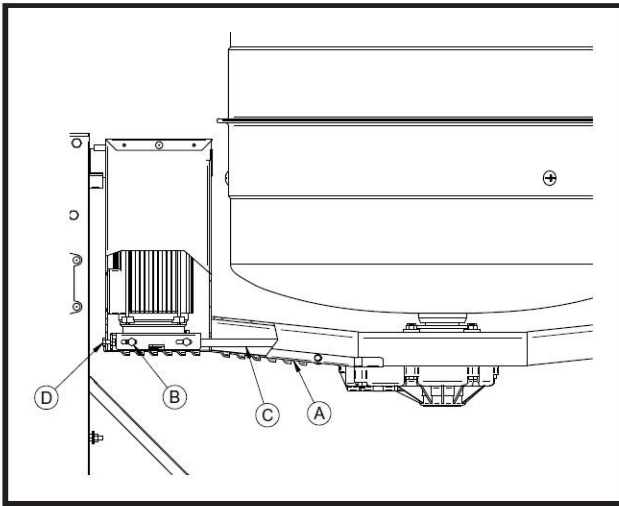
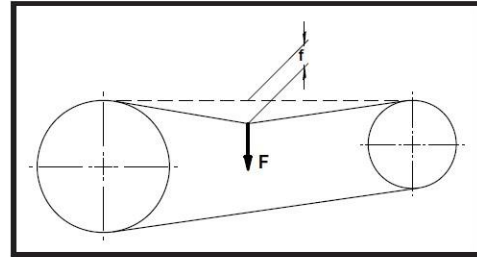

FIG. 4
FIG. 5
2. Indepartati protectia chingii (fig. 4, A) desurubati suruburile care blocheaza.
3. Desfaceti cele 4 suruburi (fig. 4, B) care blocheaza suportul motorului electric si trageți chinga (fig. 4, C) prin medierea suruburilor (fig. 4, D) daca tensionarea chingii este corecta, aplicand o forta de aproximativ $F = 1.5$ kg in centrul **del tratto libero** al chingii, **freccia** rezultata trebuie sa fie de $f = 5$ mm (fig. 5).
4. La terminarea tensionarii strangeti cele 4 suruburi (fig. 4, B).
5. Remontati protectia chingii (fig. 4, A) cu suruburile.
3. Desfaceti cele 4 suruburi (fig. 4, B) care blocheaza suportul motorului electric si desfaceti chinga (fig. 4, C) prin medierea suruburilor (fig. 4, D) fara a scoate scripetii motorului electric si ai reductorului.
5. Trageți chinga prin medierea suruburilor (fig. 4, D); daca tensionarea chingii este corecta, aplicand o forta de aproximativ $F = 1.5$ kg pe centru **del tratto libero** al chingii, **la freccia** trebuie sa rezulte aproximativ $f = 5$ mm (fig. 5).
7. Remontati protectia chingii (fig. 4, A) cu suruburile.